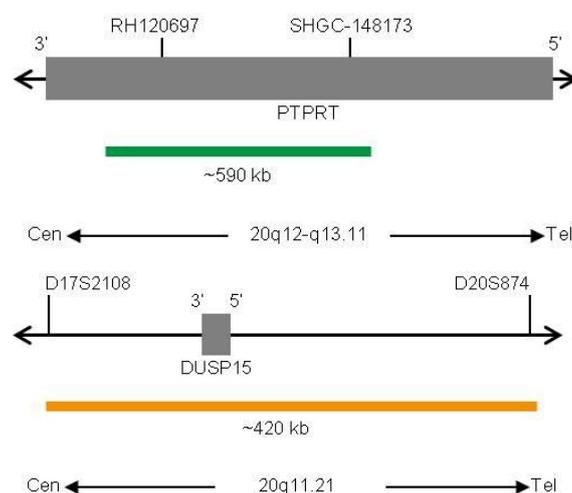

Fig. 1 : En haut : Carte de la sonde SPEC PTPRT ; En bas : Carte de la sonde SPEC 20q11 (pas à l'échelle)
- Polynucléotides marqués au ZyGreen (excitation 503 nm/émission 528 nm) (~10 ng/μl), qui ciblent une séquence de 20q12* (chr20:40,831,013-41,419,634) hébergeant la région du gène PTPRT (voir figure 1).
- Polynucléotides marqués au ZyOrange (excitation 547 nm/émission 572 nm) (~4,5 ng/μl), qui ciblent une séquence de 20q11.21* (chr20:30,301,019-30,719,110) (voir figure 1).